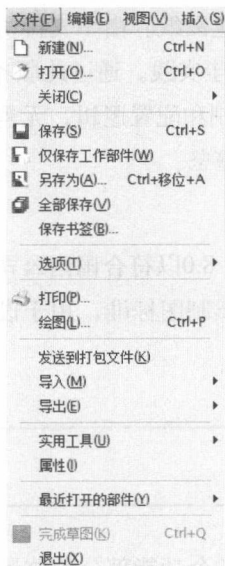

图1-3 “文件”菜单
- 文件：该菜单栏控制文件的打开、关闭、保存、导入和导出等，程序还会自动保留最近打开的文件目录，如图1-3所示。